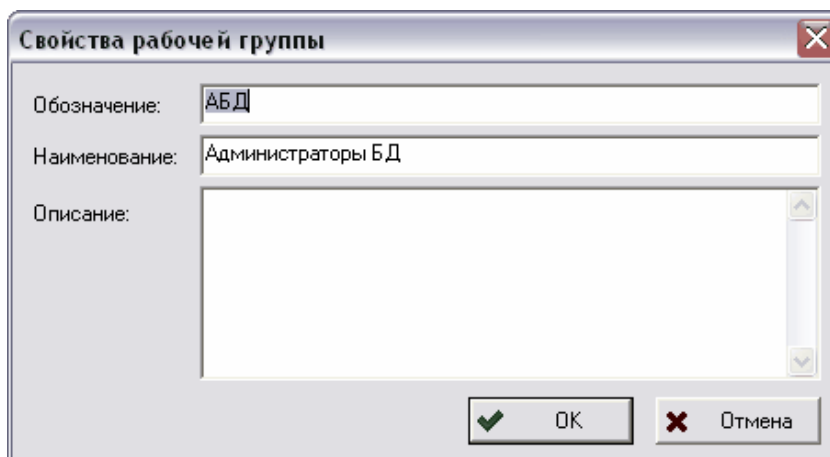

Рис. 42. Свойства рабочей группы
- **Свойства** - просмотр и изменение свойств рабочей группы (Рис. 42).